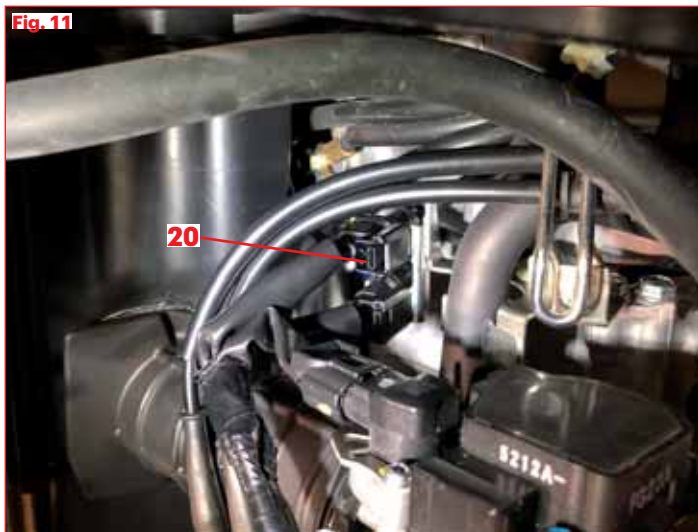

**Fig. 8**
**Art. 5516458 (Fig. 8 - Fig. 9)**
- Die Lambdasonde (13) im vorderen Teil des Fahrzeugs ermitteln (Fig. 8)
- Die Kabelverbindung bis zum Konnektor (14) führen
- Die Öse über dem Masseknoten (17) auf dem Motorgehäuse anbringen (Fig. 8)
- Identifique en el cabezal del vehículo la sonda lambda **(13)** **(Fig. 8)**
- Poner el ojal sobre del cable de masa **(17)** situado en el carter motor **(Fig. 8)**